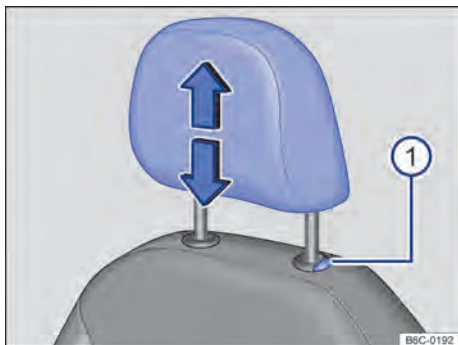

Fig. 72 Apoio para cabeça dianteiro: desinstalar.
- Retirar o apoio para cabeça com o botão → Fig. 72 ① pressionado.
- Empurrar o apoio para cabeça totalmente para baixo com o botão → Fig. 72 ① pressionado.